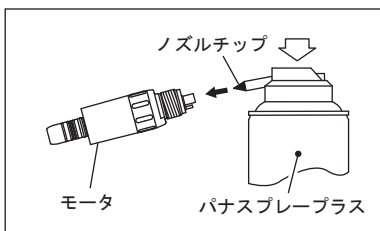

図 6
- 2) パナスプレープラスのノズル部にノズルチップを挿し込みます。(図6)